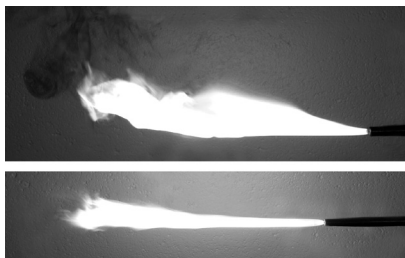

Figura 9
2. Continúe abriendo la válvula del gas hasta que todo el humo y el hollín desaparezcan de la llama (ver figura 9). Si no puede hacer desaparecer todo el humo de la llama, aumente la presión del regulador del gas hasta que todo el humo desaparezca. Si está usando acetileno, **NO** exceda 6.8kg (15 lbs.) de presión en el indicador del regulador. Si el humo aún no desaparece, use una manguera de diámetro más grande o de menor longitud.